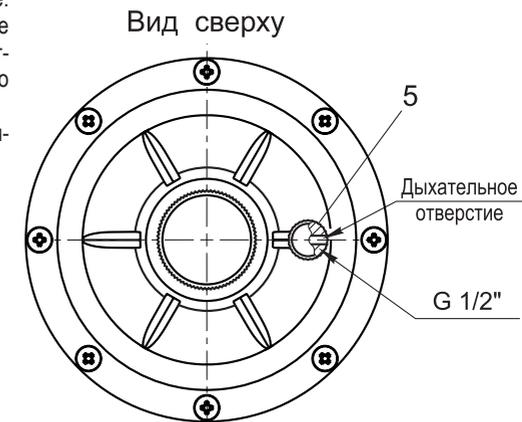

Рис. 6
4.2.12 В заглушке дыхательного отверстия 5 (см. рис. 6) выполнено отверстие малого диаметра. Для нормальной работы регулятора необходимо следить, чтобы отверстие оставалось открытым. Запрещается закрывать дыхательное отверстие.